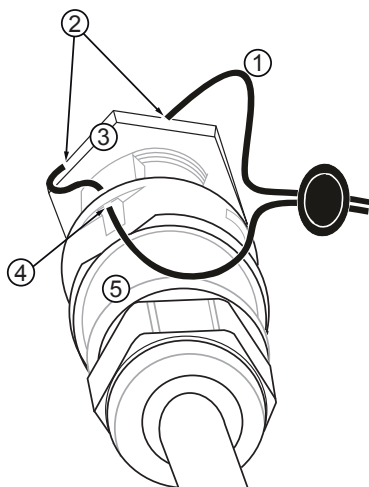

Рис. 11: Плomboване на АС-извода с плomboваща тел
4. При нужда АС-изводът да се пломбира. За целта съгл. рис. 11 пломбиращата тел да се прекара ① през контра-гайката ③ на АС-буксата на инвертора и през отвора ④ в обратния щекер ⑤ (контра-гайката има дупка ②).